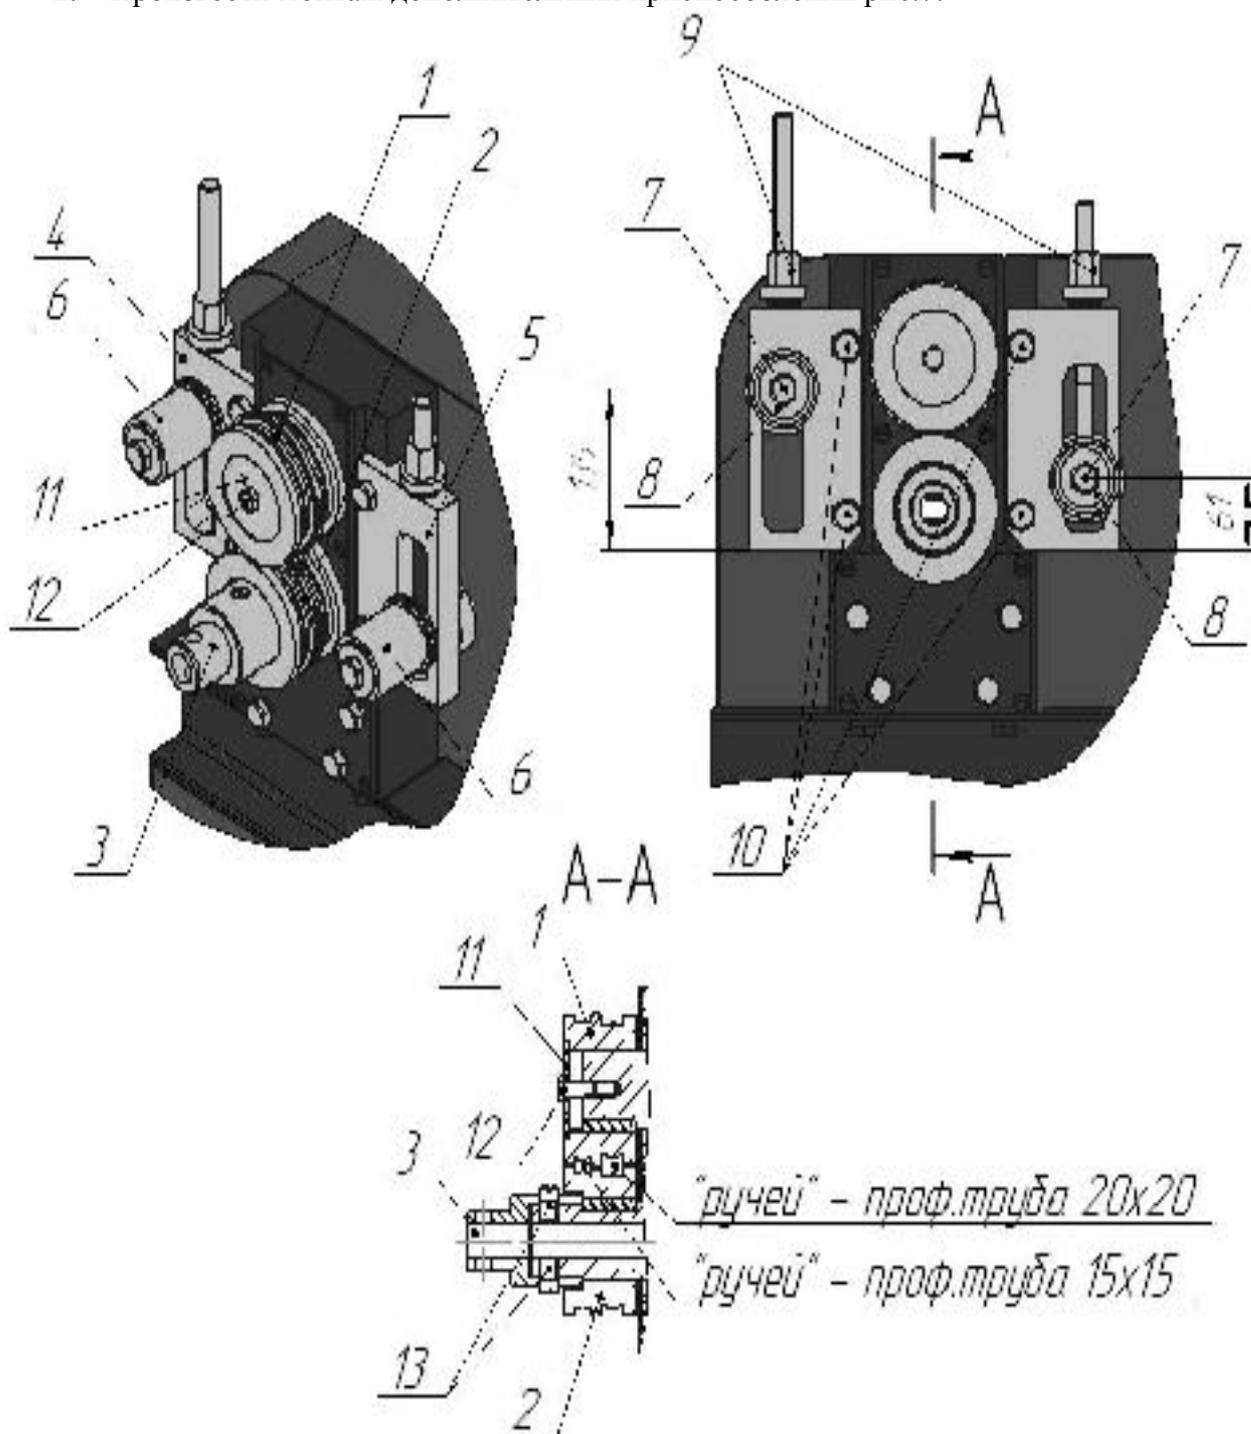

Рис.7 Монтаж дополнительных приспособлений для операции по усилению профильной трубы.
2. Произвести монтаж дополнительных приспособлений рис.7.
4. Поместить заготовку в соответствующий «ручей» между валками рис.7.